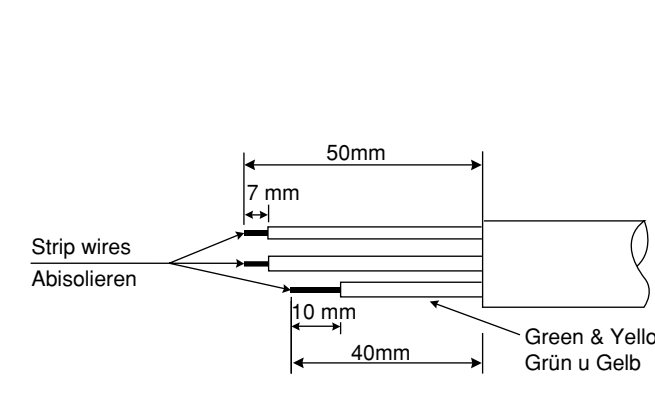

Fig. 3-20 Abb. 3-20
- Cut the connecting cords and strip the insulation of wire. (Fig. 3-20)
- Die Steckdose des Verbindungskabels abschneiden und den Draht abisolieren. (Abb. 3-20)